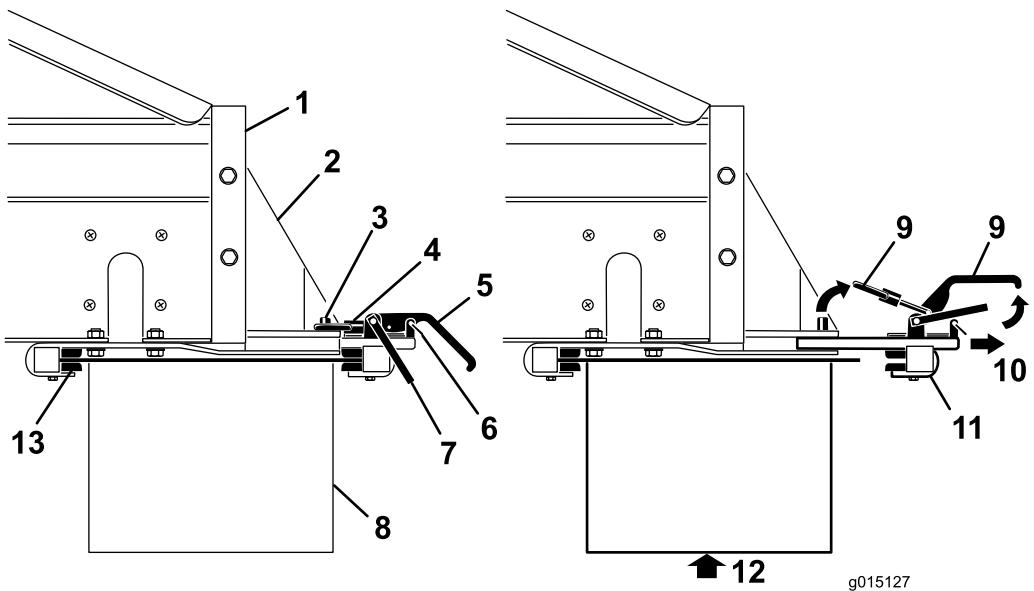

Figure 41
1. Retirez les clips des verrous de sécurité sur les poignées de serrage (Figure 41).
2. Levez le verrou de sécurité, puis levez les poignées de serrage de l'accessoire et dégarez les bagues de blocage des goupilles de blocage (Figure 41).
3. Sortez la fixation rapide arrière des fentes de montage (Figure 41).
4. En vous faisant aider par une autre personne, insérez le bord avant du Twin Spinner vers le haut et sous l'arrière de la machine, dans les fixations avant sur les supports (Figure 41).
5. Tout en soutenant le Twin Spinner, glissez la fixation arrière d'accessoire dans les fentes des supports et par-dessus le bord arrière (Figure 41).
7. Reposez les clips des verrous de sécurité sur les poignées de serrage (Figure 41).